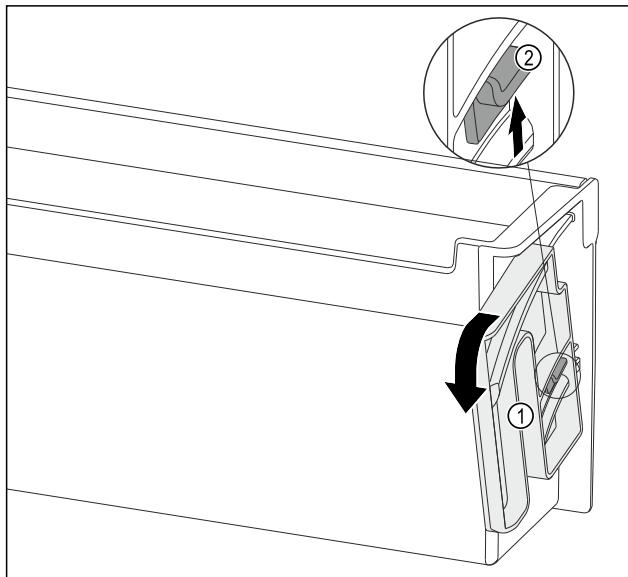

Fig. 142
- ▶ 沿指定方向将旋转单元 Fig. 142 (1) 转动到底。
- ▶ 向上按压凸舌 Fig. 142 (2) 并取出旋转单元 Fig. 142 (1)。